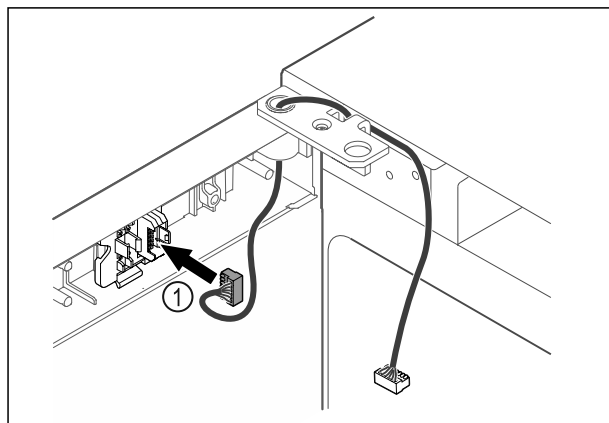

Fig. 40
- ▶ Sæt stikket Fig. 40 (1) i stikholderen.